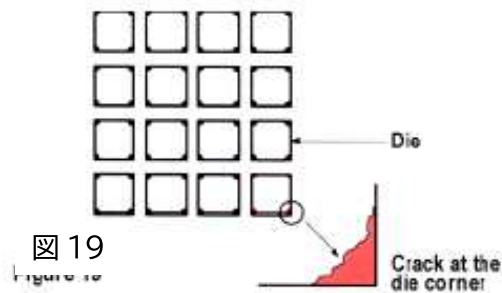

図 19
**問題 D:**主に切削処理中のダイの動きによって引き起こされる、基板の上部の欠けと大きな亀裂(図 19)。